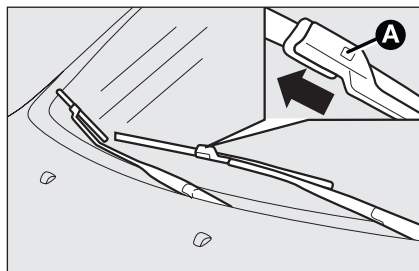

fig. 16
- ☐ premere la linguetta **A**-fig. 16 della molla di aggancio ed estrarre dal braccio la spazzola;